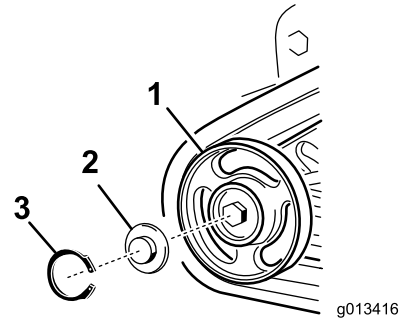

Bild 59
4. Nehmen Sie den Sprengring und die Kappe vom Straßenrad ab (**Bild 59**).
5. Prüfen Sie das Schmiermittel unter der Kappe und um die Dichtung (**Bild 59**). Wenn es schmutzig, körnig oder verbraucht ist, entfernen Sie das gesamte Schmiermittel, wechseln Sie die Dichtung aus und fügen Sie neues Schmiermittel hinzu.
7. Setzen Sie die eingefettete Straßenradkappe auf den Schraubenkopf (**Bild 59**).
8. Befestigen Sie die Straßenradkappe mit dem Sprengring (**Bild 59**).